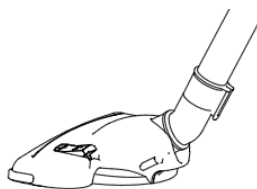

Рис.3
3. На телескопическую трубку установите разные насадки и щетки в соответствии с необходимостью и целью уборки: щетка для ковра/пола. (Рис.3)